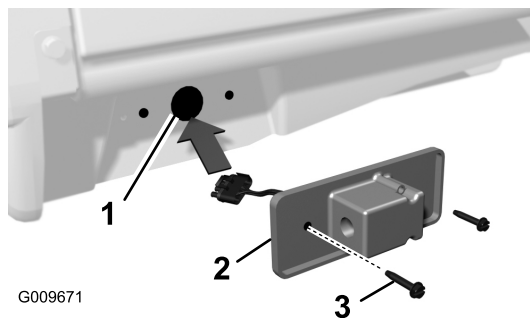

Bild 21
- Schieben Sie den Rücklichtanschluss durch das bereits gebohrte große, mittlere Loch (Bild 21).